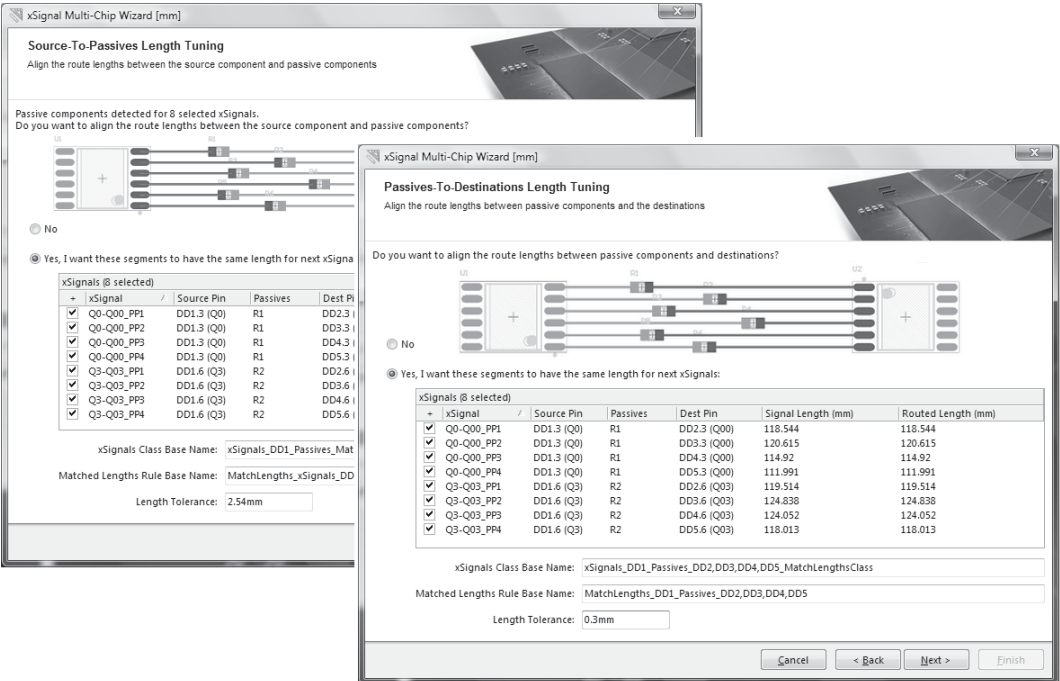

Рис. 6.48. Настройка структур xSignal для выравнивания задержек в цепях, разделенных согласующими элементами
8. На шаге **Source-to-Passive Length Tuning** (рис. 6.48, *слева*) назначается класс X-сигналов и правило выравнивания длины участков цепей от компонента-источника до пассивного компонента. Имена класса и правила содержат обозначение компонента-источника и слово **Passives**, означающее присутствие пассивного компонента.
9. На шаге **Passive-to-Destinations Length Tuning** (рис. 6.48, *справа*) назначается класс X-сигналов и правило выравнивания длины участков цепей от пассивного компонента до компонента или компонентов-приемников сигнала. Имена класса и правила также мнемонически соответствуют принадлежности X-сигналов пассивным компонентам и компонентам-приемникам.